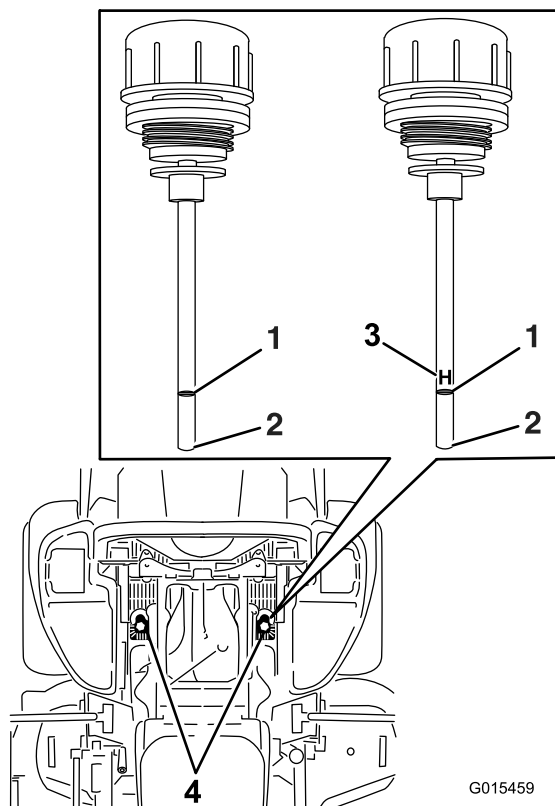

Figura 99
5. Limpie la zona alrededor de las varillas de los depósitos del sistema hidráulico (Figura 99).
6. Retire una varilla del depósito de aceite hidráulico (Figura 99).
8. Retire la varilla e inspeccione el extremo (Figura 99).